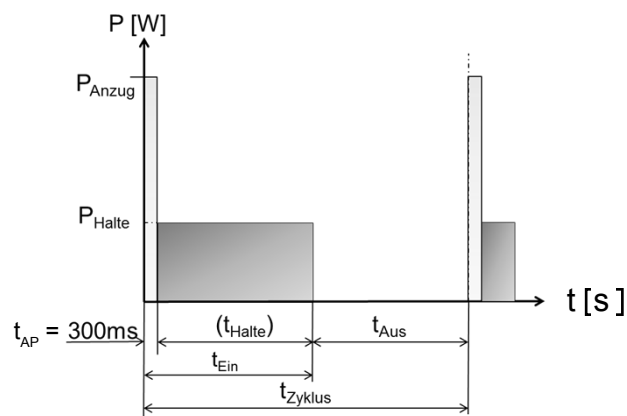

Bild 3: Diagramm
5. Max. Einschaltzeit [s] (Dauer der Bestromung) $t_{\text{Ein}} = \text{_____ s}$ (vgl. Diagramm Bild 3)